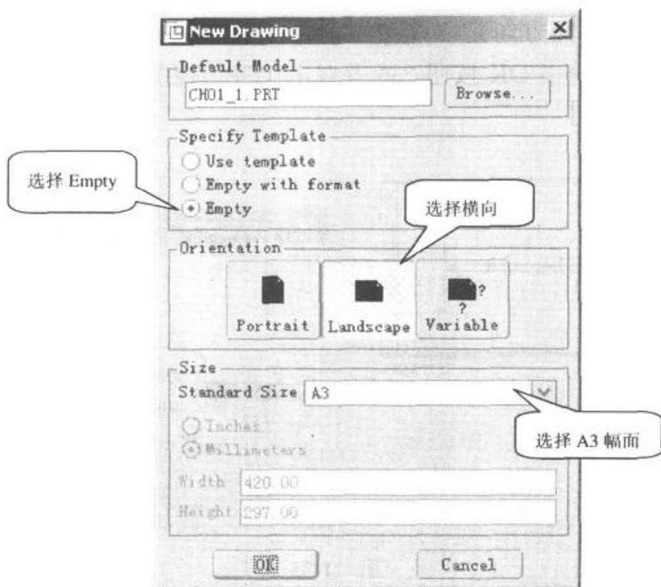

图 1-32
- ⇒ [在如图 1-32 所示的对话框中，在 Specify Template（指定模板）中选择“Empty（空）”，在 Orientation 中选择按钮“Landscape（横向）”，在 Size 中选择“A3”幅面，单击 OK 按钮。]